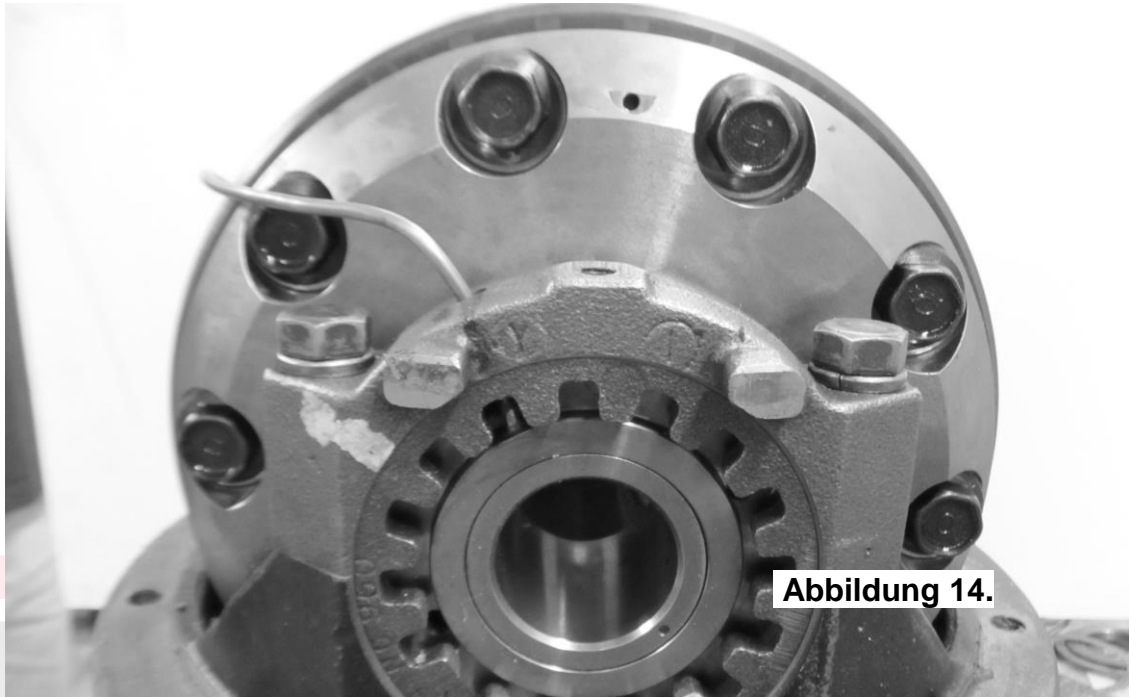

Abbildung 14.
- Das Luftröhrchen ist fest in der Schottverschraubung gesichert. Biegen Sie nun das Röhrchen so, dass es dem Profil dicht folgt (Abb. 14 und 15).